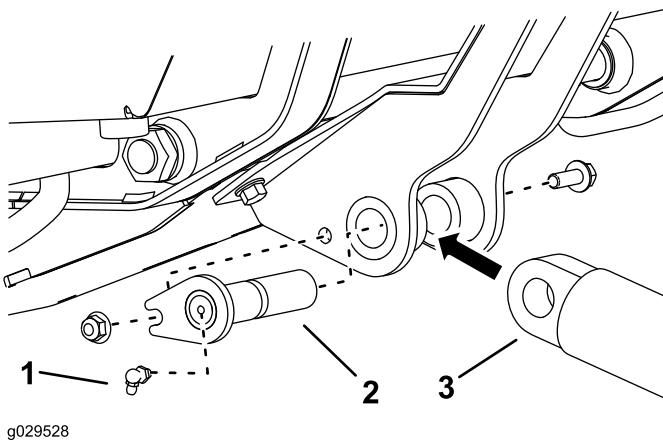

Figure 6
- Fixez le côté libre du vérin hydraulique au support de vérin à l'aide de l'axe de pivot, d'un boulon (3/8 x 1-1/2 po) et d'un écrou (3/8 po), comme montré à la Figure 6.
- Vissez un graisseur au bout de l'axe de pivot, comme montré à la Figure 6.